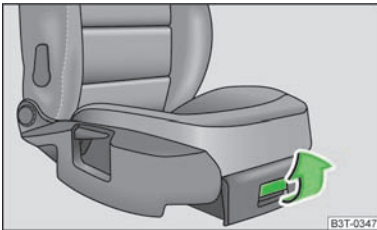

Fig. 95
- » Pentru deschiderea clapetei, trageți de mâner » fig. 95.